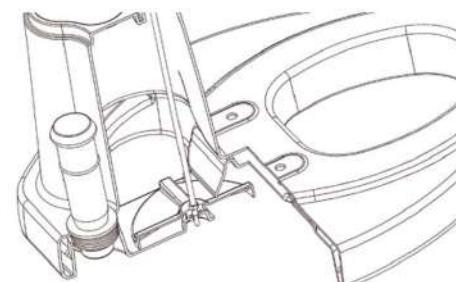

рис. 4
8. Скрепите разбрасыватель и привод при помощи резьбового соединения. Внимание! Привод разбрасывателя должен проходить в отверстие внизу бака (рис. 4).